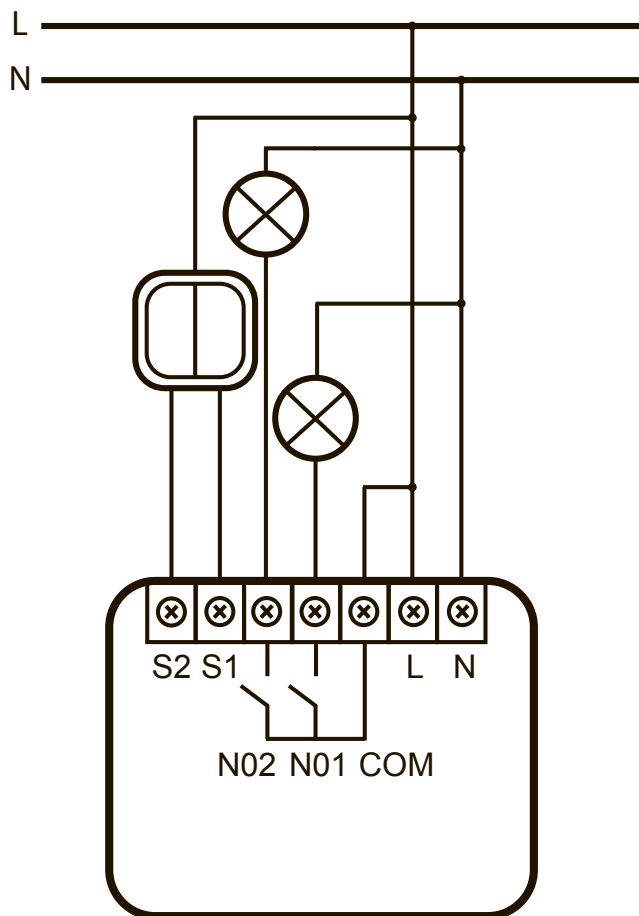

Рис. 1. Схема монтажа
2. Подключите к PAN06 выключатель, как показано на рис.1.